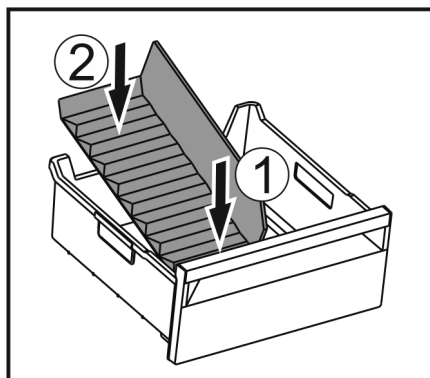

Fig. 136
- ▶ Установите переднюю часть разделителя отделения для льда. Fig. 136 (1)
- ▶ Опустите заднюю часть разделителя отделения для льда на дно выдвижного ящика. Fig. 136 (2)